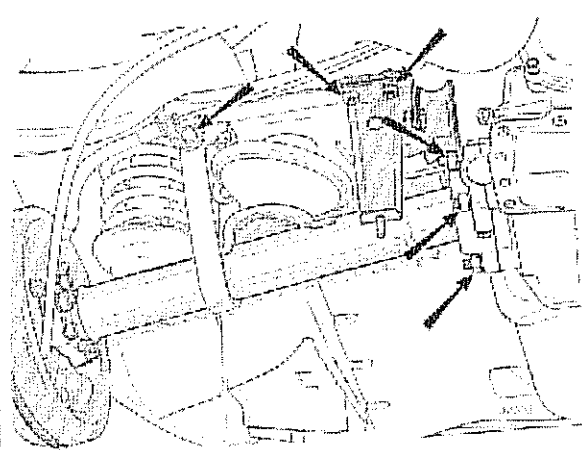

Fig. 248
- 4) Soltar la faja limitadora de desplazamiento de la cañonera y relajar el resorte de suspensión y el amortiguador (ver flechas, Fig. 248).